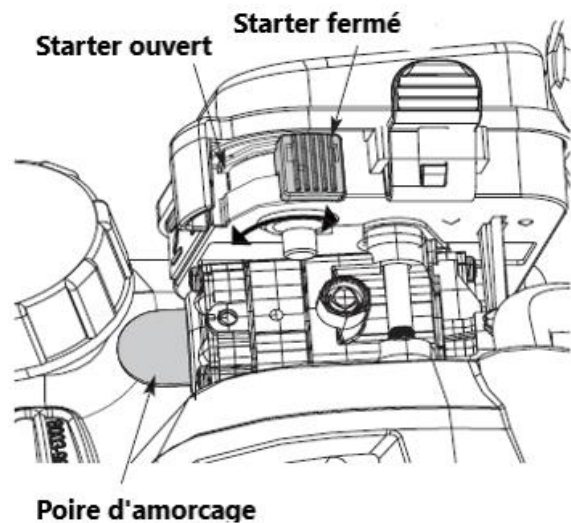

Fig. 10
- 3) Appuyez et relâchez lentement la poire d'amorçage 10 fois (Fig. 10).
- 4) Déplacez le levier de starter à la position Full Choke (Fig. 10).